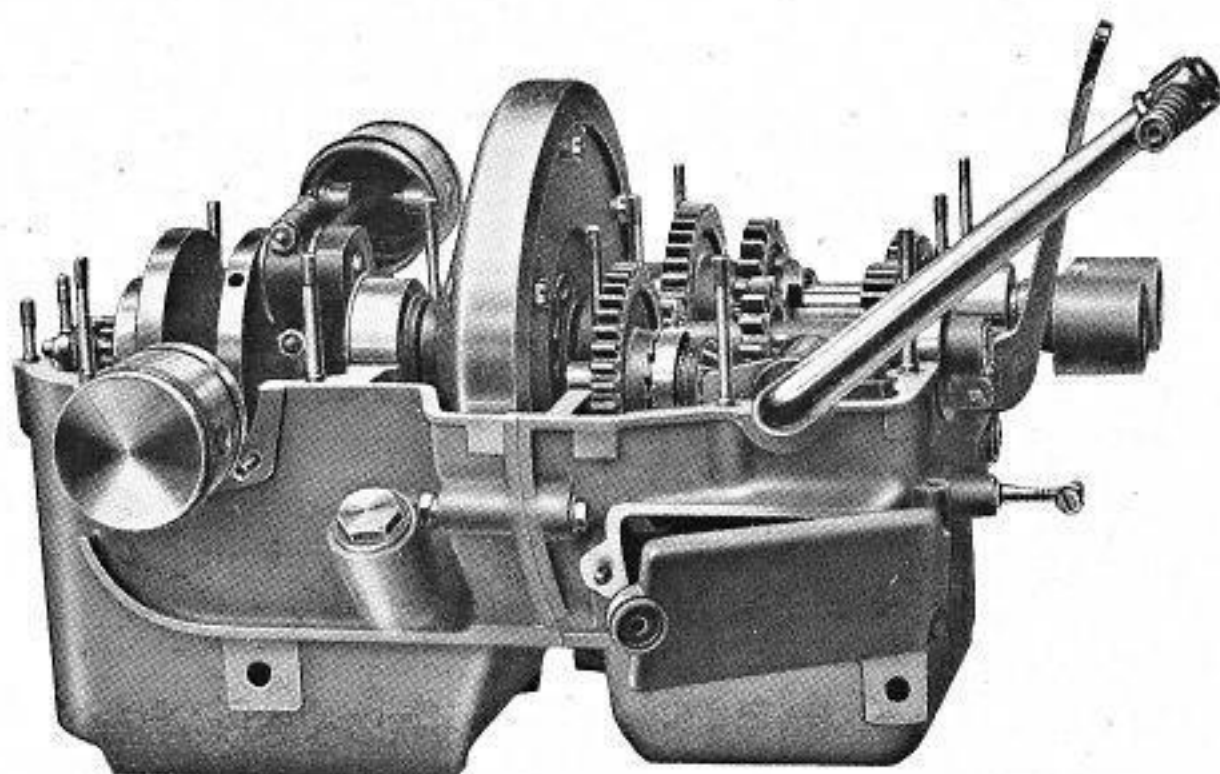

Abb. 4
1. Allgemeines: Der mit der Kupplung und dem Getriebe zu einem Block vereinigte Motor wird auf den unteren Rahmenrohren mittels durchgehender Verbindungsschrauben festgehalten. Nach deren Lösung kann der ganze Block abgenommen werden, was jedoch nur bei vollständiger Überholung erforderlich ist. Sämtliche Teile sind ohne Ausbau des Motors oder des Getriebes leicht zugänglich. Die seitlich herausragenden Zylinder können nach Lösen der Befestigungsmuttern und Entfernung der Saug- und Auspuffrohre abgenommen werden, so daß die Kolben mit den Pleuelstangen freiliegen. Nach Abnahme des Gehäuse-Oberteiles ist das ganze Triebwerk zugänglich. (Siehe Abb. 4.)